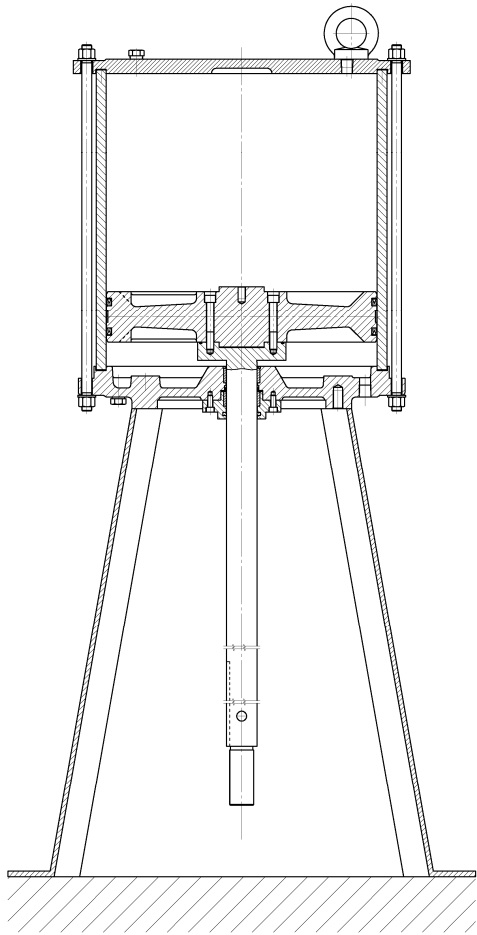

Fig. 4 - Attuatore a cilindro in posizione verticale
- 6.1 Mettere il cilindro in posizione verticale, come indicato nella fig. 4, togliere per primi i tiranti (612-627-628) e successivamente iniziare a svitare le bussole tendimolla (666) in modo graduale e alternato, per scaricare la molla (621).